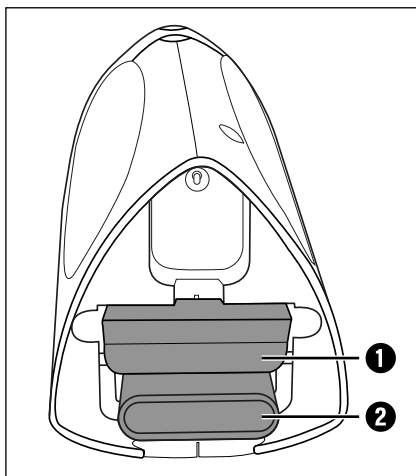

Fig. 3
- 2) Se lo si desidera, inserire la bocchetta adatta nell'apertura di aspirazione: Per risparmiare spazio, la bocchetta per giunti **2** e la bocchetta di aspirazione materiali bagnati **1** si trovano nell'alloggiamento accessori integrato nell'impugnatura (fig. 3).